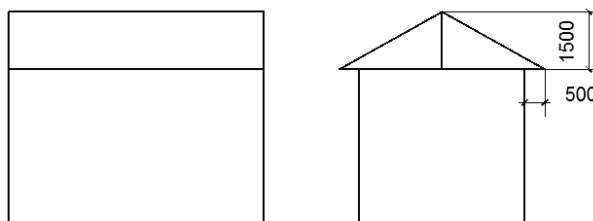

Рис. 193. Размеры крыши здания
9. Вычертим крышу здания по размерам указанным на рис. 193.